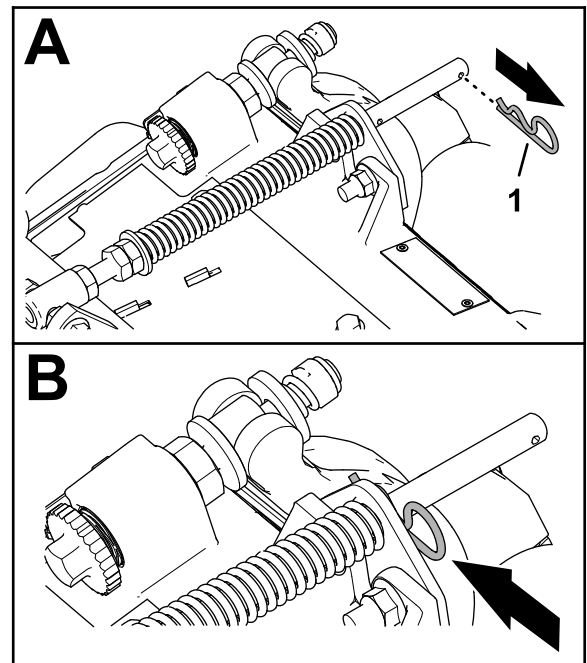

Figura 10
1. Si la claveta está instalada en el orificio trasero de la varilla de compensación del muelle, retire la claveta e introdúzcala en el orificio situado junto al soporte (Figura 10).